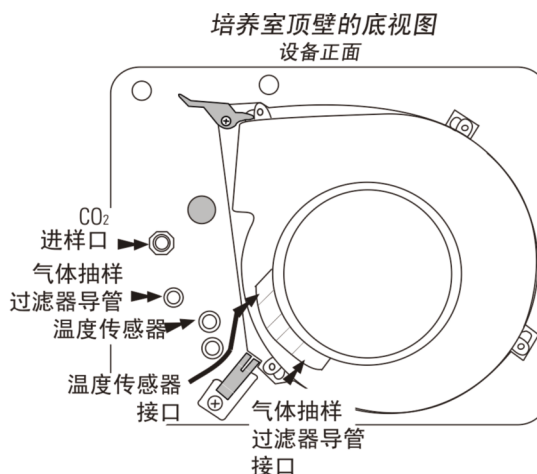

图 5-4. 培养室顶壁的底视图
对于 I/R 培养箱而言，当 CO₂ 线路板与传感器头之间的通信发生中断时，I/R 模块上的红色指示灯（见图 5-4 中的模块线路板位置）即会持续亮起。CO₂ 读数将锁定在 00.0 水平，也即无 CO₂ 充入读数。关闭培养箱后再重新打开并不能清除此报警。只有正确连接所有组件后，此报警才会消除。
16. 小心地往下拉动温度传感器和气体抽样过滤器导管，直到它们插入到风机滚轴后面的相应孔穴中大约 1 cm。如果具备 RH 传感器选件，请将 RH 传感器固定在顶导气板的相应夹片上。请参阅图 5-4。